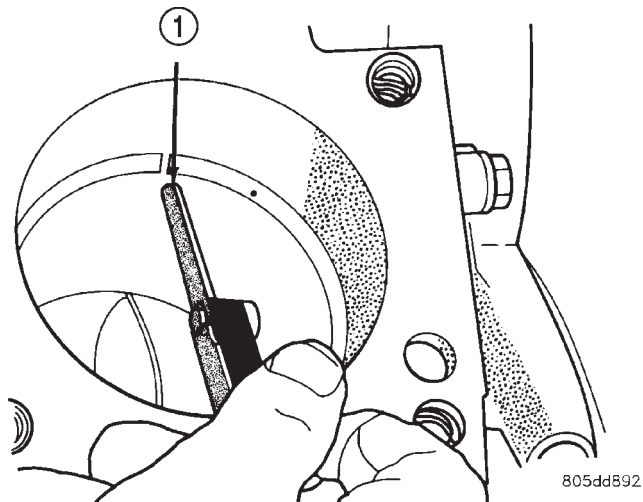

Abb. 25 Messen des Ringstoßes
(4) Kolbenring in die Zylinderbohrung einführen und mit einem nach unten gerichteten Kolben bis zum unteren Ende des Kolbenringhubs in die Nut schieben. Anschließend Stoßspiel mit einer passenden Fühlerlehre messen. Die Fühlerlehre muß sich dabei leicht zwischen die Kolbenringenden führen lassen (Abb. 25).